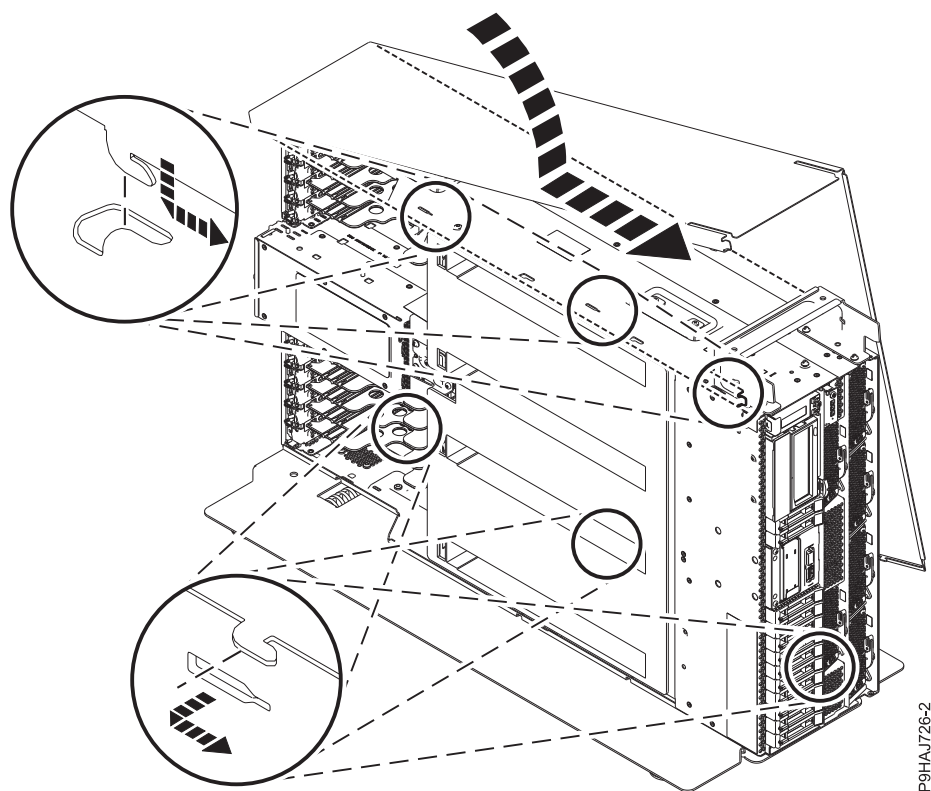

Figura 26. Instal·lació de la coberta lateral
2. Col·loqueu la coberta lateral al seu lloc fins que quedi fixada al sistema, tal com es mostra a la Figura 26 a la pàgina 43.